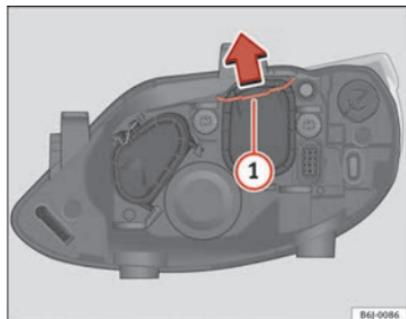

Fig. 165 Luz de cruce
- Desplace el tirante ⇒ fig. 165 ① en el sentido de la flecha y saque la tapa.